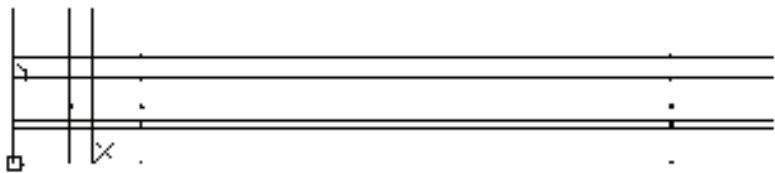

图 10-57 偏移直线
① 单击“绘图”工具栏中的“直线”按钮，在坐标原点绘制一条水平直线和竖直直线。
② 单击“修改”工具栏中的“偏移”按钮，将上步绘制的水平直线向上偏移，偏移距离为“5”“6”“8”“12”和“15”；重复“偏移”命令，将竖直直线向右偏移“8”“11”“18”和“93”，结果如图 10-57 所示。